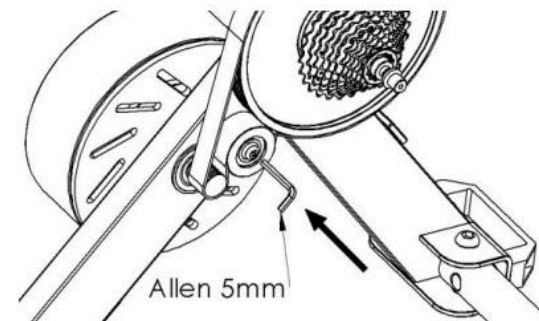
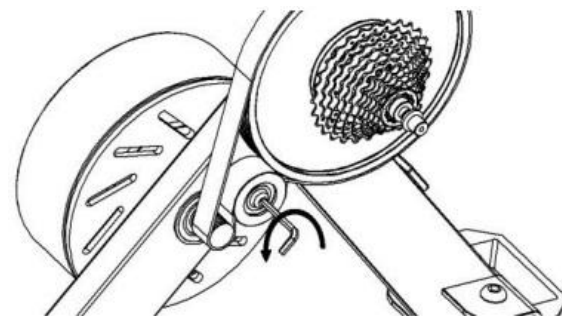

FIG 42
FIG 43
- Verifique se houve afrouxamento da correia do Cyclotronics. Caso sim, realize o procedimento de tensionamento da correia utilizando a chave de boca 17mm e a chave ALLEN 5mm fornecidas no kit do CYCLOTRONICS, e siga os passos descritos na (FIG 42) e (FIG 43), inicialmente liberando o esticador.